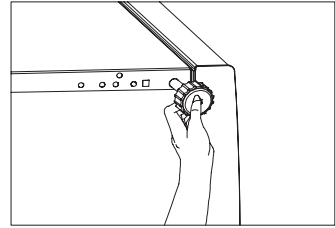

Fig. 1
1. Posez l'appareil sur le flanc gauche. Dévissez les pieds de mise à niveau à droite et à gauche (Fig. 1). Ôtez les vis qui fixent la charnière inférieure avant d'enlever cette dernière. Déposez avec précaution la porte en la faisant coulisser dans la cheville de la charnière supérieure.